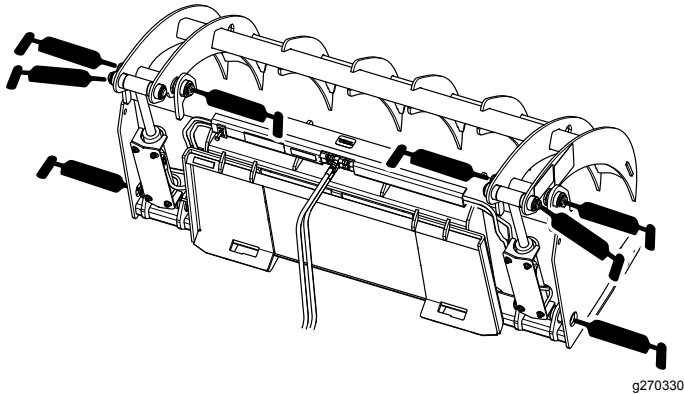

Figura 8
4. Conecte una pistola de engrasar a cada engrasador (Figura 8).